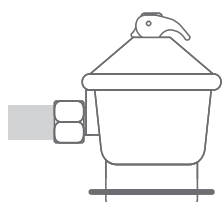

Fig. 1
- 2 Verifique que el regulador esté en posición cerrado, tal como se observa en gura siguiente. (Fig. 1)